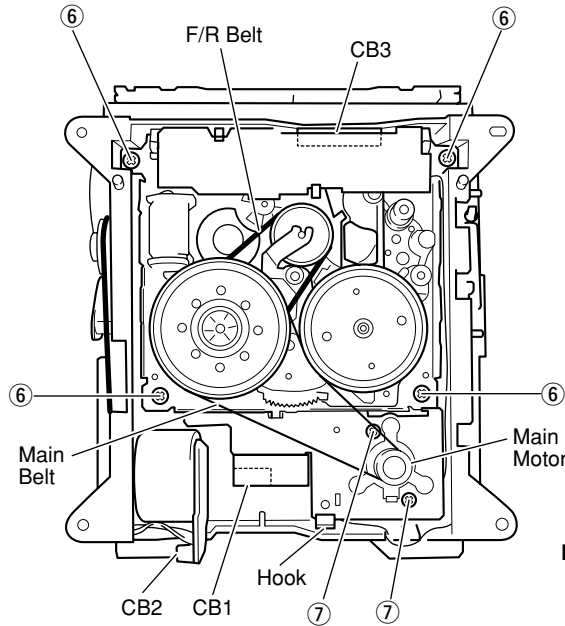

Fig. 3
- b. Disconnect 3 connectors (CB1, CB2 and CB3) in Fig. 3.
- b. コネクタ3ヶ所 (CB1、CB2、CB3) を外します。( Fig. 3 )
- a. Remove 4 screws (⑥) in Fig. 3.
- b. Detach the hook in Fig. 3 and then pull out the Cassette Mechanism.
- a. ⑥のネジ4本を外します。
- b. フックを1ヶ所外し、カセットメカを外します。(Fig. 3)
Remove 2 screws (⑦) in Fig. 3.
- ⑦のネジ2本を外し、メインモーターを外します。(Fig. 3)